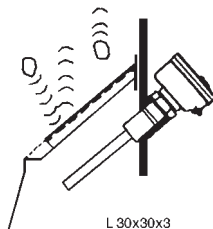

Figure 3
4. Si le produit peut, par sa nature, endommager le barreau en tombant (produit à grains grossiers, lourd ou à angles aigus), il convient alors de protéger le capteur. Voir **Figure 3**.